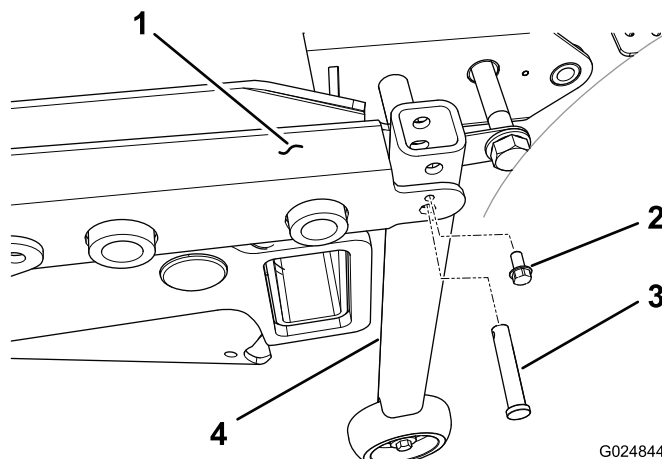

Figure 98
5. Pour les groupes de déplacement dont le numéro de série est antérieur à 312999999, montez le support de tube vertical à chaque coin arrière du cadre du tablier au moyen d'un axe de chape et d'une vis autotaraudeuse (1/4 po) (Figure 98)